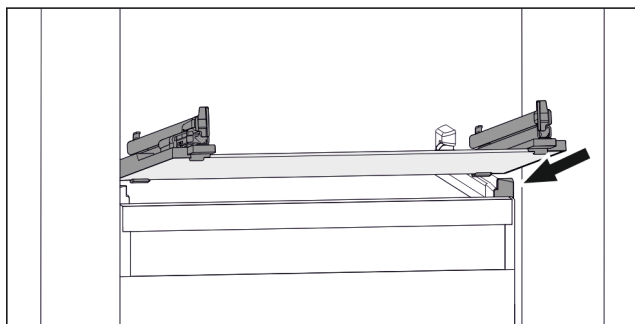

Fig. 89 Příklad znázornění skleněné desky
- Nasad'te skleněnou desku šikmo za zářádky. (viz Fig. 89)